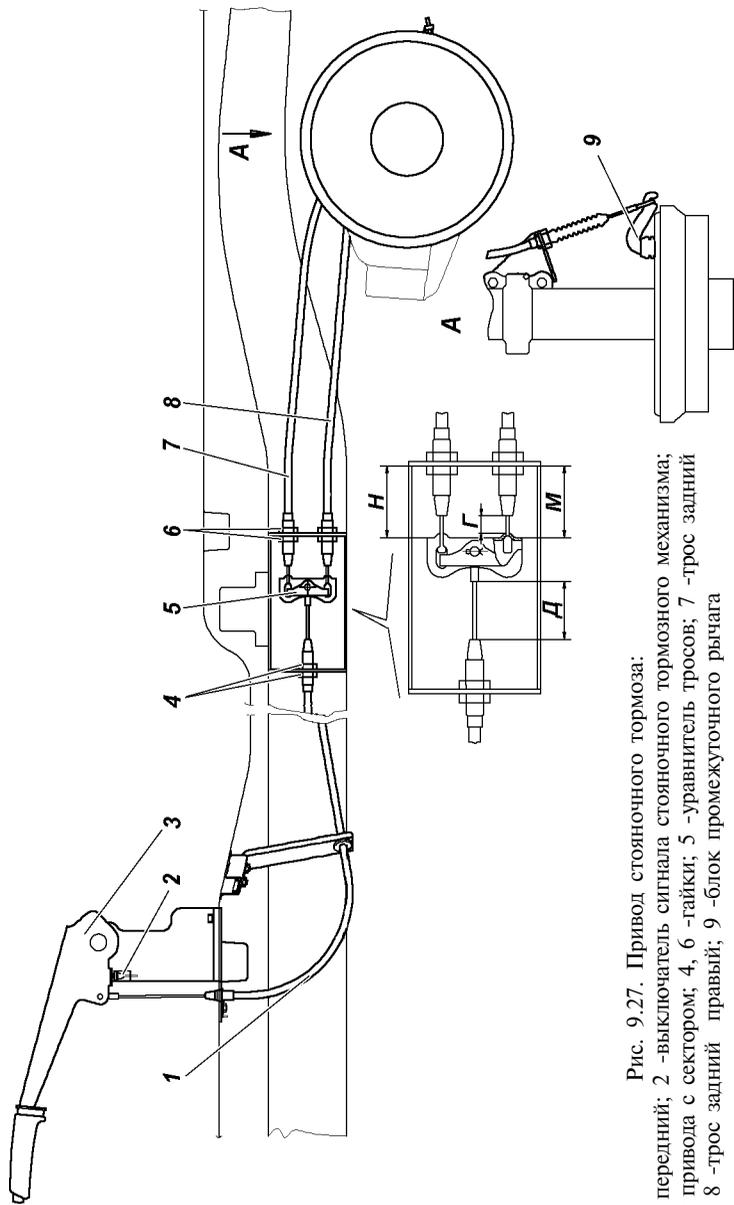

Рис. 9.27. Привод стояночного тормоза:
**Колесный стояночный тормоз** действующий на тормозные колодки задних колес (рис. 9.27).
3. Установите рычаг стояночного тормоза 3 (рис. 9.27) в нижнее положение.
$D = 35$  мм (min) и разницу размеров М и Н не более 6 мм (рис. 9.27). При выборе слабины тросов, перемещение рычагов 9 не допускается.